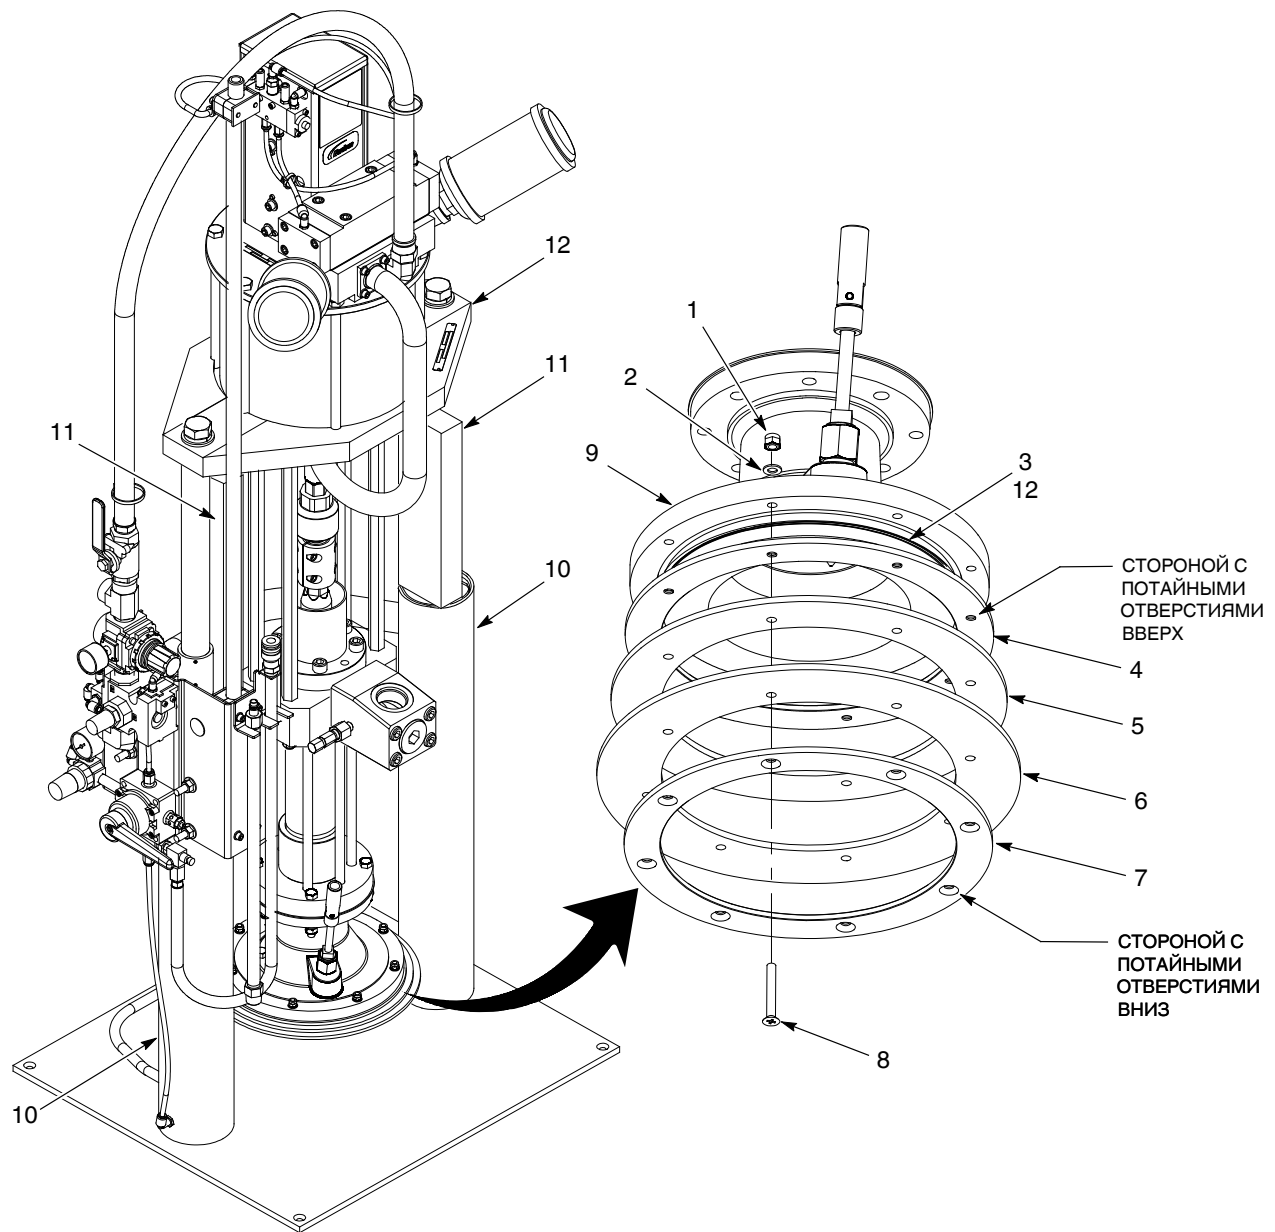

Рис. 3 Замена типовой манжеты
2. См. рис. 3. Вставить опорные бруски (11) между нижней крышкой пневмодвигателя (12) и верхней частью каждого пневмоцилиндра (10).
3. Вывернуть винты (8), снять шайбы (2) и отвернуть контргайки (1) на модуле следящего диска (9). Снять с модуля следящего диска следующие детали:
- упорное кольцо (5)
- уплотнительную манжету (6)
- уплотнительное кольцо (3)